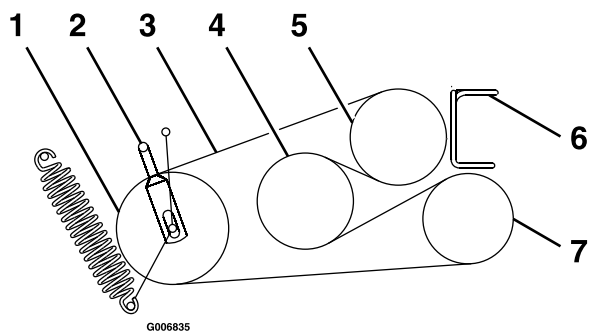

Figura 59
6. Allentate le guide delle cinghie **A** e **B** (Figura 59).
8. Disponete le nuove cinghie sulle pulegge, come mostrato nella Figura 59.